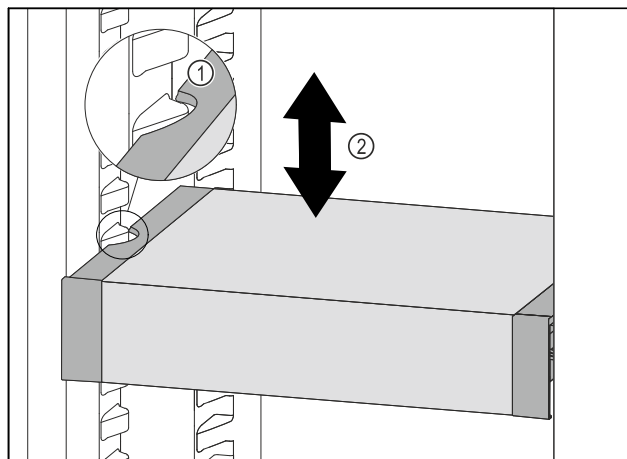

Fig. 217
- Тяните VarioSafe вперед, пока боковые выемки VarioSafe не окажутся на высоте выступа резервуара в холодильном отделении. Fig. 217 (1)
- Двигайте VarioSafe в холодильном отделении вверх или вниз, пока не будет достигнута требуемая высота. Fig. 217 (2)